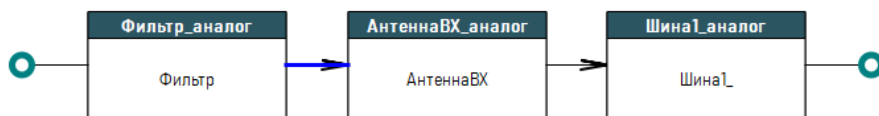

Рисунок 325 – Выделенная связь между блоками «Фильтр» и «Антенна ВХ»
1) Выделить мышью стрелку, обозначающую связь между данными блоками (рисунок 325).